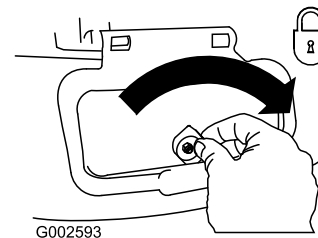

**Figura 23**
3. Instale el conducto de descarga lateral y cierre la puerta sobre el conducto (Figura 23).